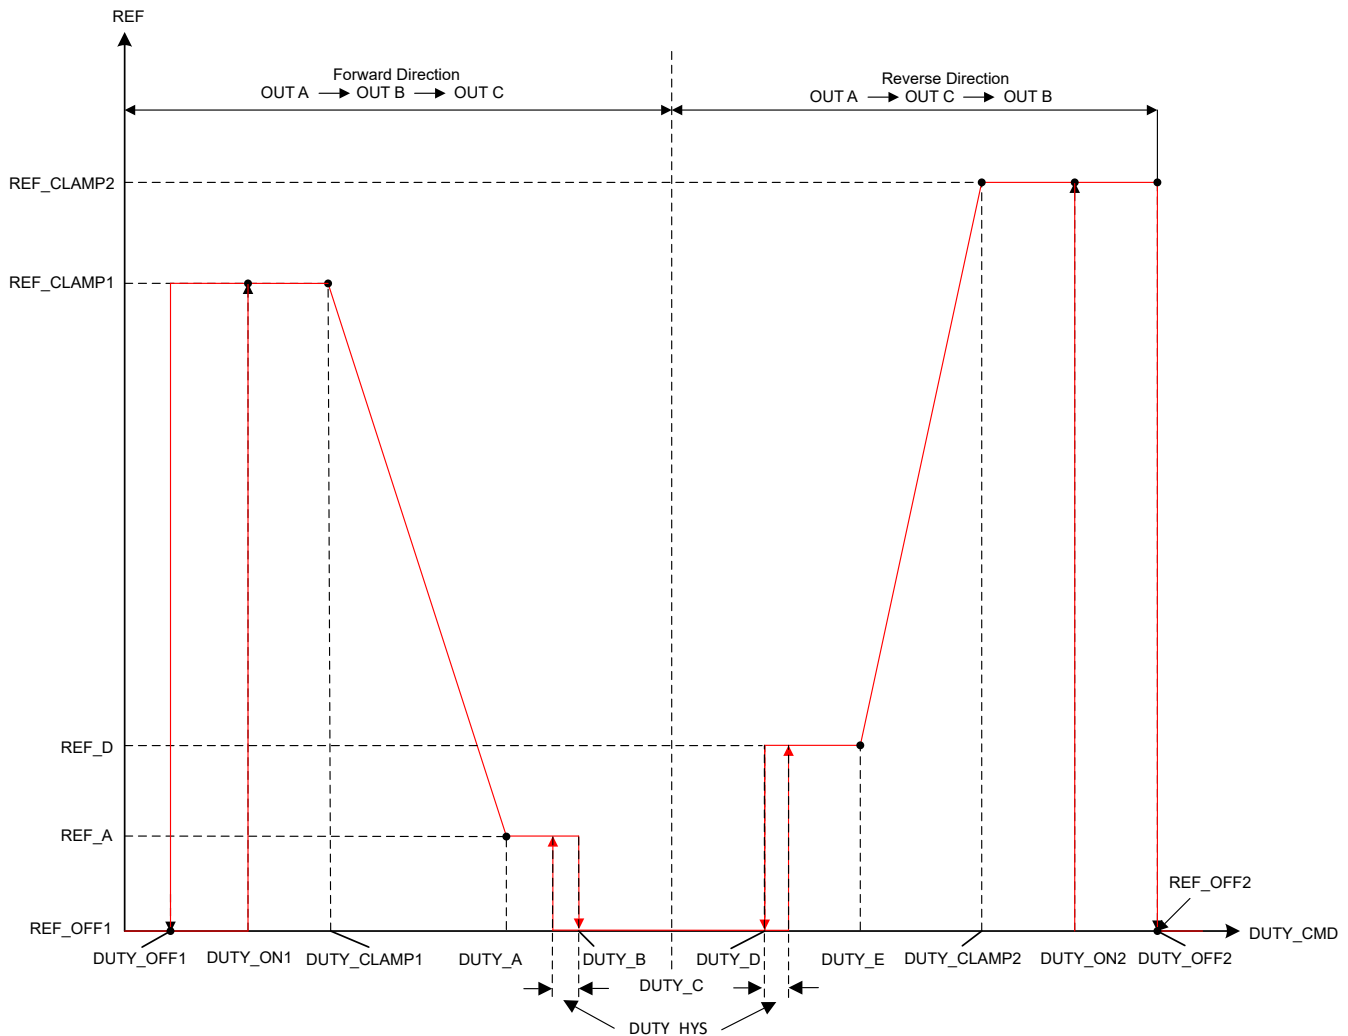

图 7-12. 正向反向控制曲线
- `DUTY_OFF1` 和 `DUTY_ON1` 配置基准控制输入 `REF_CLAMP1` 和 `REF_OFF1` 有关的迟滞，如图 7-12 所示。
- `DUTY_A` 配置基准 `REF_A` 的占空比命令。基准在 `DUTY_CLAMP1` 和 `DUTY_A` 之间呈线性变化。`DUTY_A` 到 `DUTY_E` 的顺序必须与图 7-12 中所示的顺序相同。
- DUTY\_OFF2 和 DUTY\_ON2 配置基准控制输入 REF\_CLAMP2 和 REF\_OFF2 有关的迟滞，如图 7-12 所示。